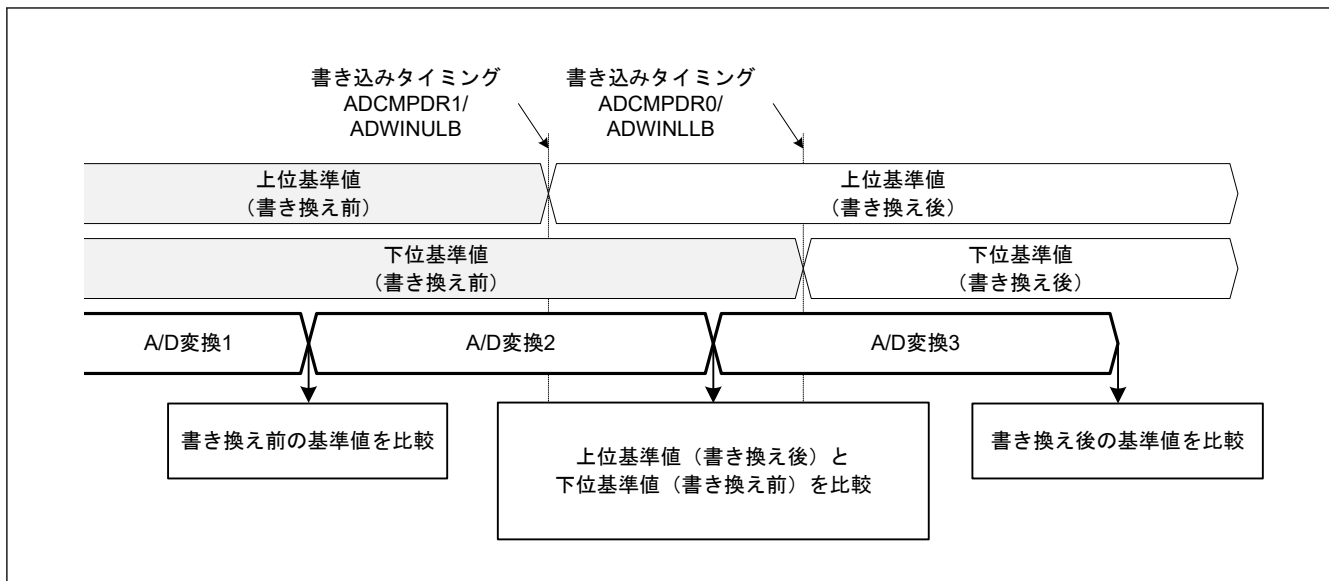

図 30.5 書き換え前後の上側基準値と下側基準値の比較
- 注 1. 下側基準および上側基準は、それぞれのレジスタが書き込まれる時に変更されます。たとえば上側基準値が変更され、下側基準値が変更中の場合、本 MCU は上側基準値 (変更後) と下側基準値 (変更前) を A/D 変換結果と比較します。図 30.5 を参照してください。2 つの基準値の書き換え時に比較エラーとなった場合、ADCSR.ADST および関連するコンペアウィンドウ動作許可ビット (ADCMPCR.CMPAE または ADCMPCR.CMPBE) がどちらも 0 のときに、それらの基準値を書き換えてください。